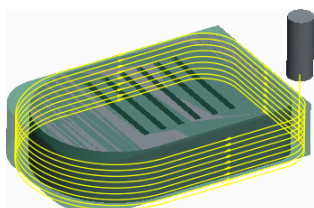

图 3.2.17 刀具行走路线
Step2. 单击“播放路径”对话框中的  按钮，观察刀具的行走路线，结果如图 3.2.17 所示。演示完成后，单击  按钮。